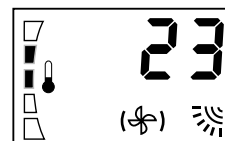

fig.2
- Visualisering van de gewenste temperatuur bij middel van de bar graph en nummer (fig.2)